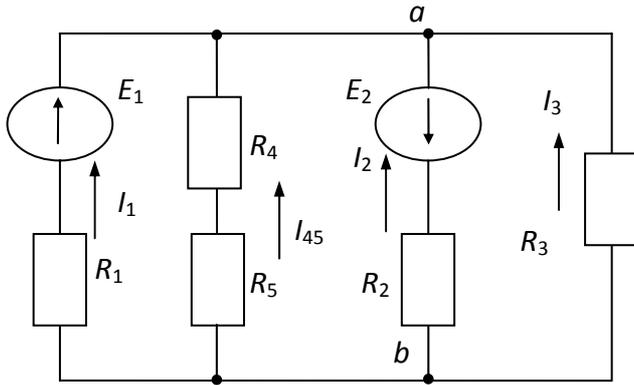

Рис. 3.2. Схема электрической цепи, содержащая несколько источников ЭДС
*Пример 3.1.* Используя метод узловых уравнений (метод двух узлов), определить токи в ветвях схемы электрической цепи (рис. 3.2).